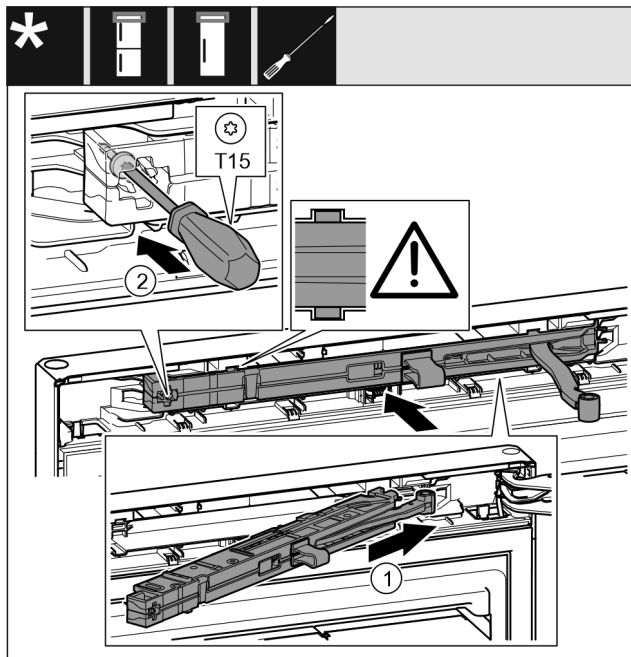

Fig. 29
- ▶ Jednotku tlmiča uzatvárania Fig. 29 (1) zasunúť na strane ložiskovej konzoly až na doraz šikmo do vybrania.
- ▶ Pevne utiahnite skrutku Fig. 29 (2) skrutkovačom.